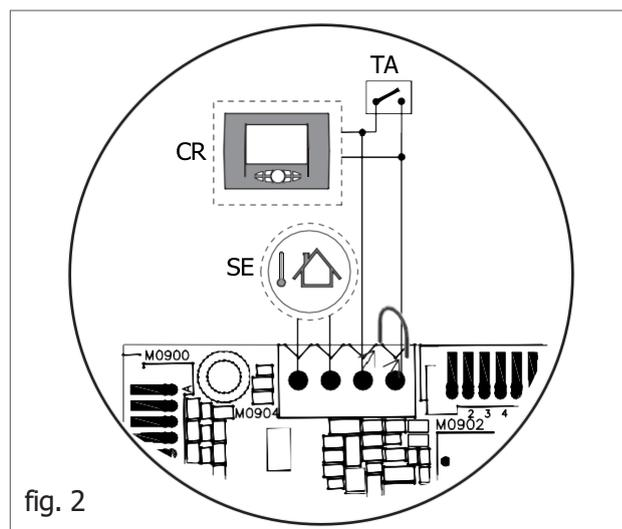

fig. 2
2. Deschideți robinetul de umplere „R” (fig.2).
4. Utilizați manometrul „M” (fig. 2) pentru a verifica dacă presiunea în sistem atinge 1.2 bar (fig. 4)
5. După efectuarea acestei operațiuni, asigurați-vă că robinetul de umplere „R” (fig. 2) este închis corespunzător.